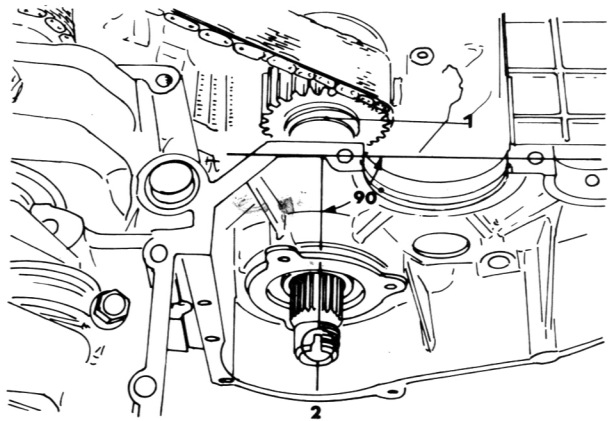

Bild 112
- Die Primärtriebswelleneinheit einbauen. Sicherstellen, dass die Aussparung der Primärtriebswelle um 90° von der Dichtungsfläche des Kurbelgehäuses versetzt (auf die Indexmarke des Primärabtriebskettenrads ausgerichtet) und der Lagerhalter richtig angebracht ist (Bild 112). Darauf achten, dass die Simmerringe nicht beschädigt werden.